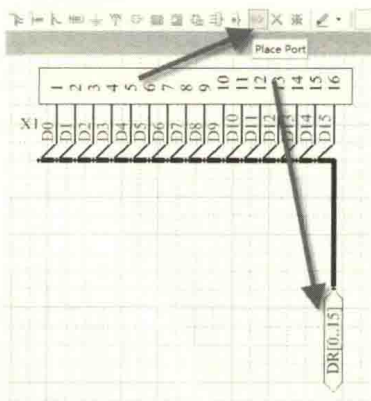

图 4-52 放置端口
- (1) 按快捷键“PR”或执行菜单命令“Place-Port”。
- (2) 按“Tab”键设置属性（名称、左右方向、输入 / 输出）。
- (3) 单击确定端口的一个端点，再单击确定其另一个端点，如图 4-52 所示。